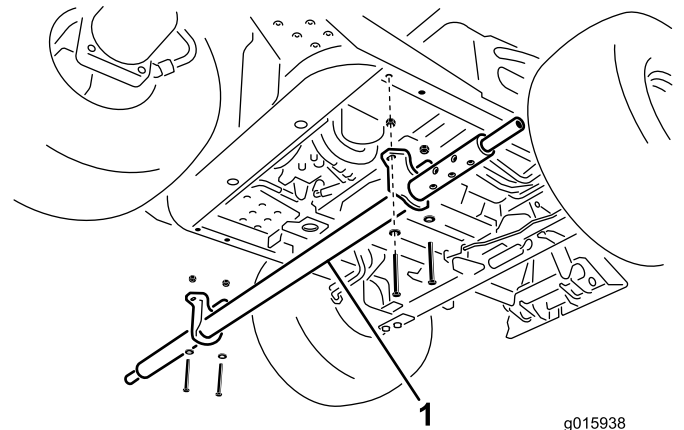

Figure 4
2. Fixez les supports de montage du tube transversal avec 4 vis (3/8 x 3"), rondelles plates et contre-écrous (3/8") (Figure 4).
1. Glissez le tube transversal sous la machine par le côté gauche et alignez les trous du support de montage avec les trous de chaque tube du cadre (Figure 4).